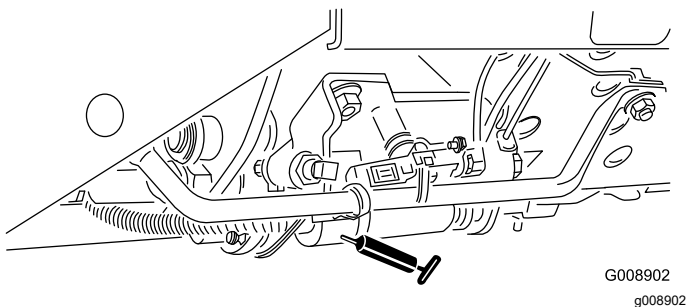

Figure 64
- Sélecteur de tonte/transport (Figure 64)